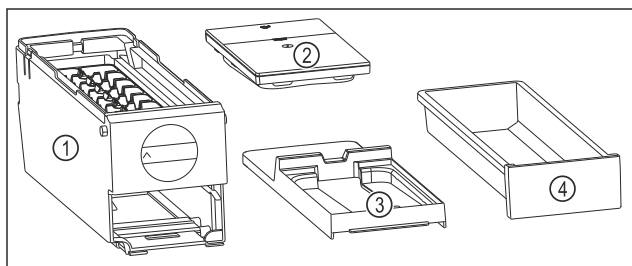

Fig. 198 Pjesët përbërëse të EasyTwist-Ice
- EasyTwist-Ice është i ndarë në katër pjesë. (shihni Fig. 198)
- Zbërtheni EasyTwist-Ice vetëm në pjesët përbërëse të ilustruara. (shihni Fig. 198)
- Pastroni kutinë EasyTwist-Ice Fig. 198 (1) si një të tërë.